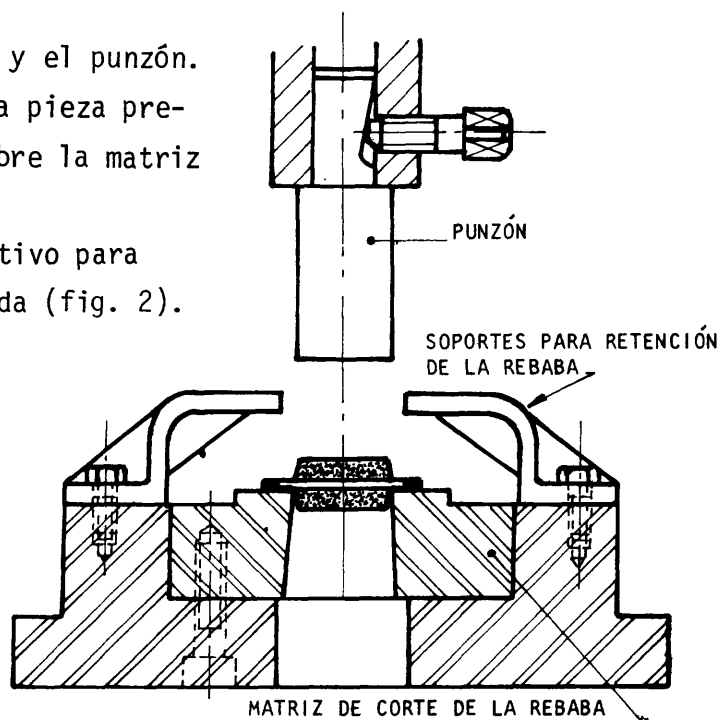

Fig. 1
- ☐ b Coloque y centre la pieza previamente calentada sobre la matriz (fig. 1).